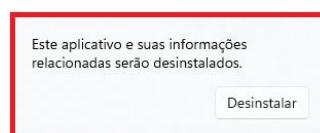

Figura 3.25: Manutenção do aplicativo URP6100_5A_1_0_061 para atualização de última versão.
c) Ao clicar em “Desinstalar” o aplicativo será desinstalado da pasta. (figura 3.25).